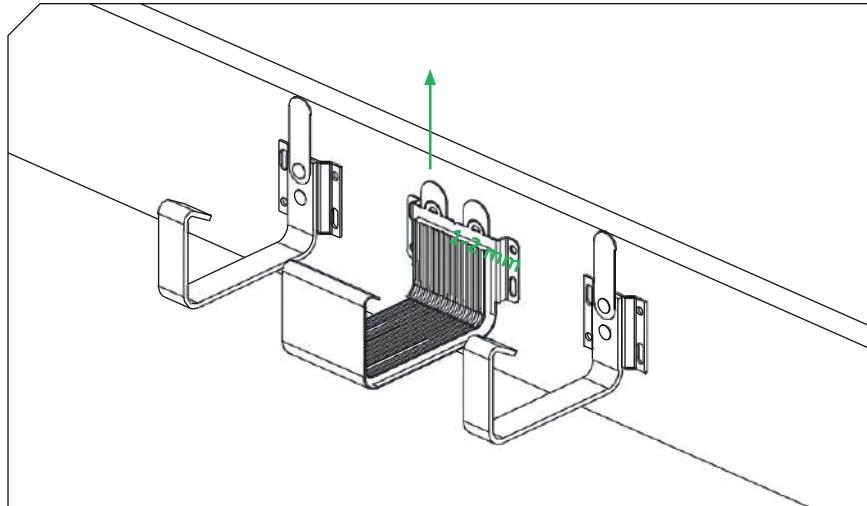

Рисунок 11
4.3. Соединитель желоба следует прикрутить к фасаду выше соседних кронштейнов (верхняя часть должна находиться примерно на 1–2 мм выше – рисунок 11)